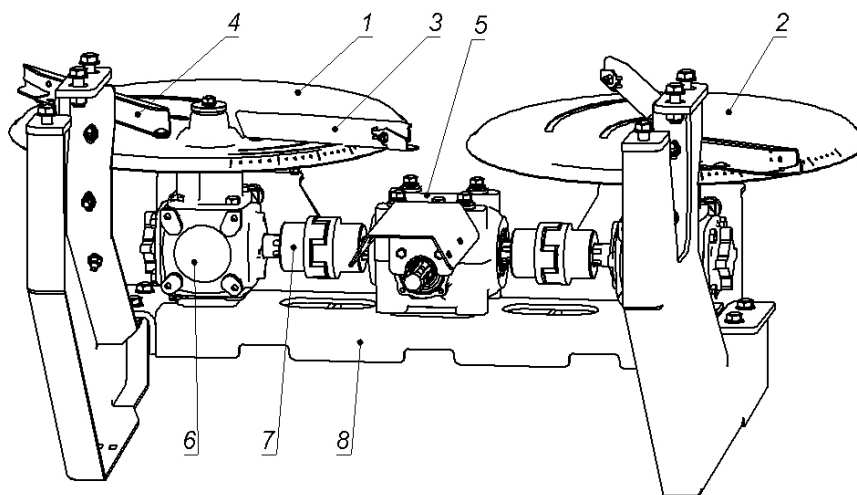

Рисунок 4 – Разбрасывающий механизм (тарелки с редукторной балкой)
2.4 Разбрасывающий механизм (Рисунок 4) устанавливается на кронштейны рамы и крепится к нему болтами. Разбрасывающие тарелки – правая (R) 1 и левая (L) 2, а также лопатки 3- длинная и 4- короткая, выполнены из износостойкой нержавеющей стали. Ло-